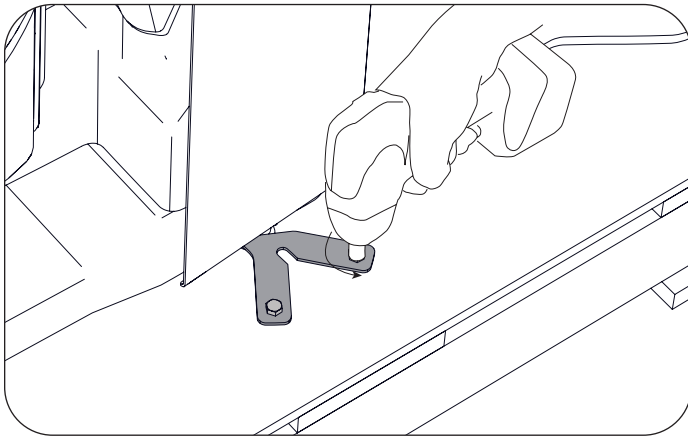

Figure 4. Retirer les attaches de transport
- Retirer les 2 à 4 attaches de transport en acier qui maintiennent la table à la palette (Figure 4). Ces attaches s'accrochent aux patins de nivellement de la table pour maintenir fermement la table sur la palette. Retirer les deux vis de chaque attache à l'aide d'une douille ou d'une clé de 7/16 po. Prendre garde à ne pas rayer l'appareil lors de l'utilisation de la visseuse ou de la clé. Une fois les vis retirées, dégager les attaches des patins de nivellement.